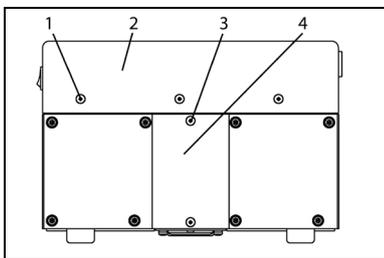

Abb. 15: Abdeckhaube und Deckel (N 940.5 APE-W)
1. An Vorder- und Rückseite der Pumpe die je 3 Schrauben (1, Abb. 15) der Abdeckhaube (2) lösen.
3. An Vorder- und Rückseite der Pumpe die je 2 Schrauben (3) der beiden Deckel (4) lösen und die Deckel abnehmen.
- Die Abdeckhaube (2, Abb. 15) wieder montieren nach Schließen der Steckerverbindung des Netzschalter-Kabels.
- Die beiden Deckel (4, Abb. 15) montieren.